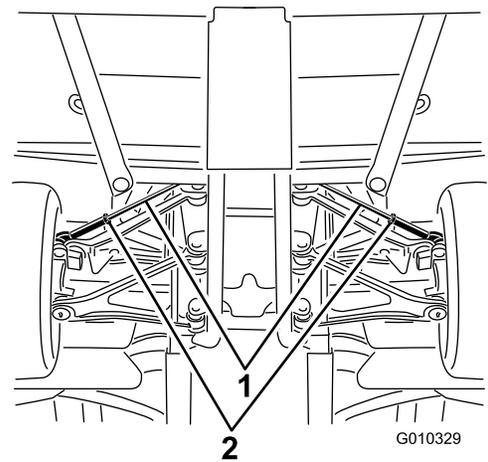

**Figura 57**
2. Mida la distancia entre centros (a la altura del eje) en la parte delantera y trasera de los neumáticos de dirección (**Figura 57**).